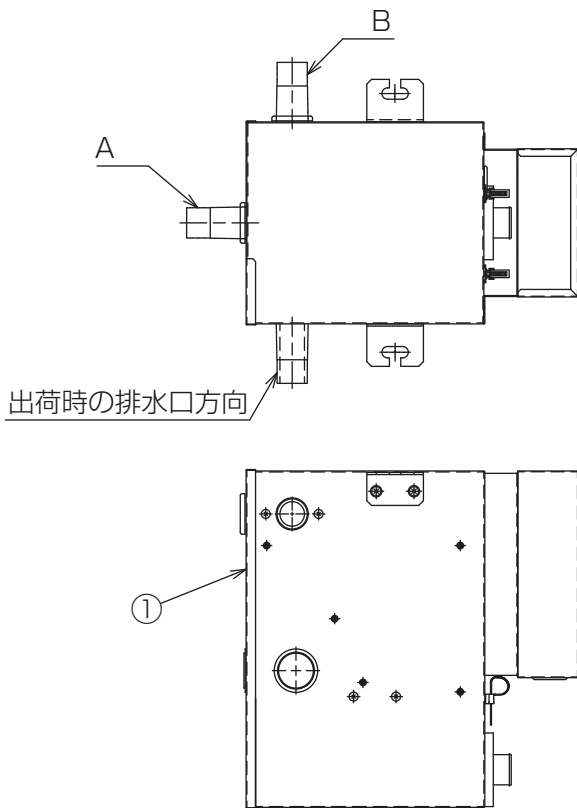

図2
(2) 取付機種・配管方向・仕様に応じて、品番①ドレンアップメカの排水口方向を決定してください。[図2]